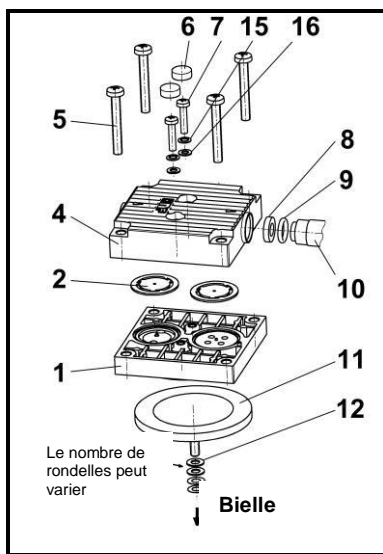

Fig. 10 : Tête de pompe
Insérer de nouveau la pièce de distance (fig. 10/8) dans le couvercle de tête (4) ; insérer le tuyau de raccordement (10) dans le trou du couvercle de tête.
- i** Veiller à ce que le joint torique (9) repose sur le bout du tuyau de raccordement.
- 2. Placer sur le corps les deux têtes de pompe reliées par le(s) raccordement(s) pneumatique(s) selon les repères (M).
- i** Veiller alors à ce que la plaque de protection (13) repose sur la tête de pompe sans être écrasée. Pour cela, faire passer avec précaution un petit tournevis entre la plaque de protection (13) et la tête de pompe.
- i** En cas de non alignement de la plaque de protection avec la culasse (1) et le couvercle de tête (4), la pompe n'atteindra pas le débit pneumatique nominal.
- 3. Sur les deux têtes de pompe, serrer à la main les vis (5) en quinconce (couple de serrage : 3 Nm).